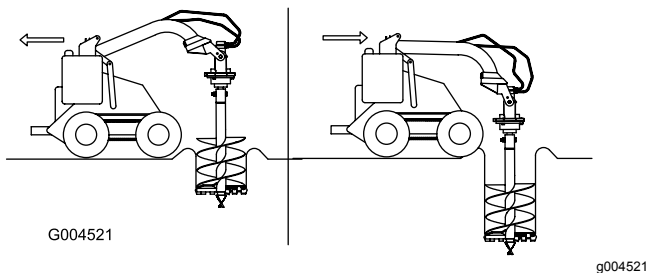

Figura 10
6. Abbassate la trivella lentamente mentre il terreno viene smosso. Mentre scavate più in profondità, spostate l'unità motrice indietro o in avanti, come necessario per mantenere la trivella verticale (Figura 10).